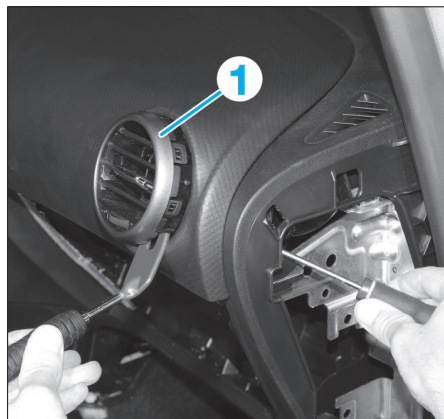

Fig. 47
- Déposer les aérateurs (1) à l'aide du levier (s'aider en poussant avec un tournevis) (Fig.47).